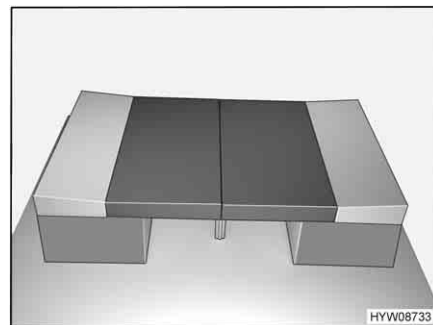

Fig. 53 Dopo la trasformazione
- Sistemare il cuscino del sedile e dello schienale come illustrato nella Fig. 53.